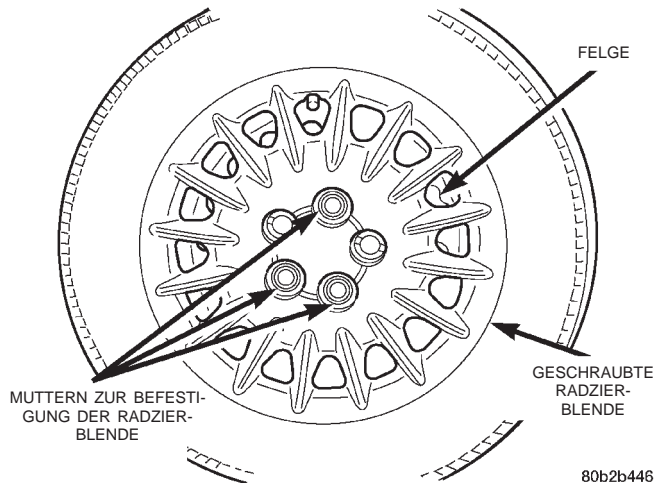

Abb. 3 Befestigung der Radzierblende an der Felge
(1) Die Radzierblende ist mit Hilfe von drei der fünf Radmuttern an der Felge festgeschraubt (Abb. 3).
Die geschraubte Radzierblende kann nur zusammen mit den drei Radmuttern (Abb. 3) von der Felge abgebaut werden. Nach dem Lösen der Muttern kann die Radzierblende von der Felge abgenommen werden; die zwei verbleibenden Radmuttern müssen nicht gelöst werden.